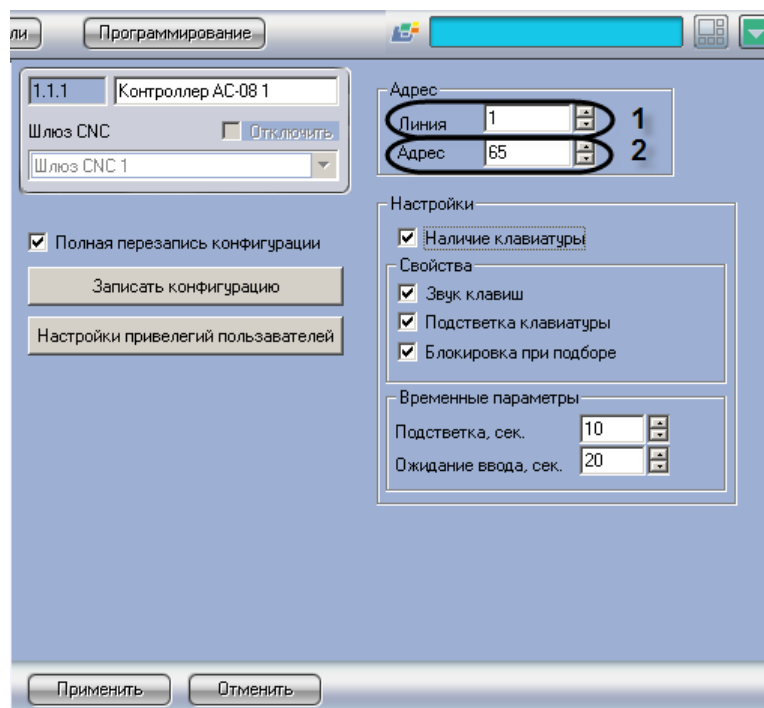

Рис. 3.5—2 Задание параметров связи охранному контроллеру AC-08
1. Перейти на панель настроек объекта **Контроллер AC-08** (Рис. 3.5—2).
2. В поле **Линия** ввести номер линии ЦКС, к которому подключен охранный контроллер AC-08 (см. Рис. 3.5—2, 1).